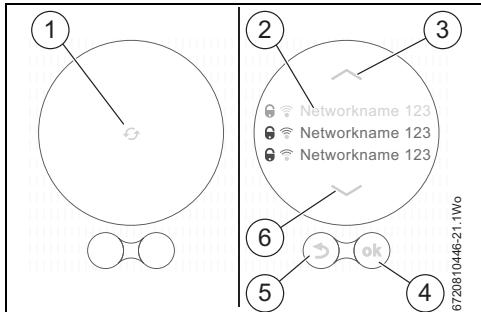

Рис. 9 Выбор сети Wi-Fi
- Чтобы переключить регулятор в режим "оффлайн", нажмите кнопку «назад» (→ рис. 9, [5]). Теперь температуру можно настроить только вручную с помощью экрана.
- Чтобы снова выполнить поиск, нажмите кнопку (→ рис. 9, [4]).